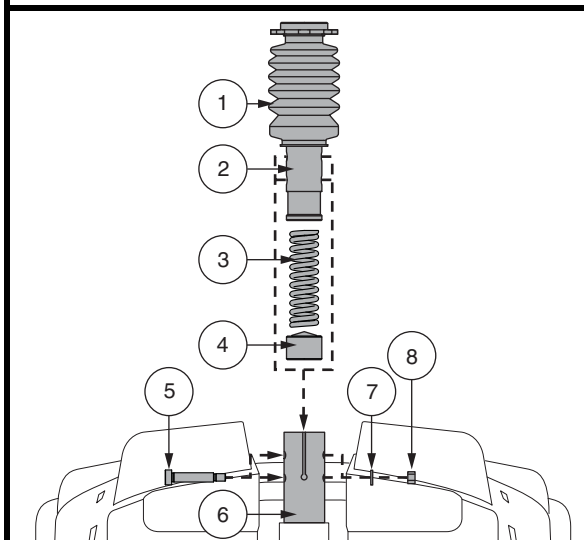

Figura 19. Regolazione altezza sedile - Asta Del Sedile
Vedere figura 19.
6. Installare la molla desiderata. **Vedere la figura 19.**